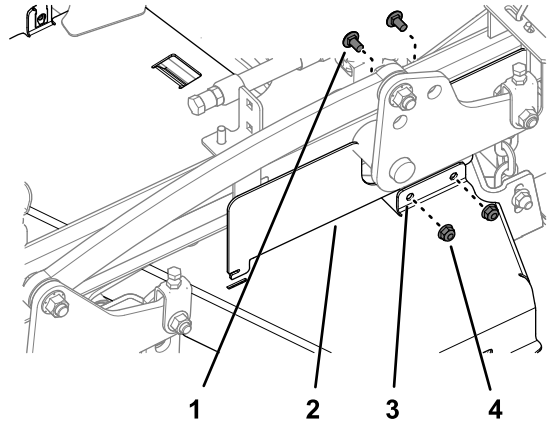

Figure 36
- Retirez les 2 boulons de carrosserie et les 2 contre-écrous qui fixent le couvercle CE gauche au protège-courroie gauche (Figure 36).